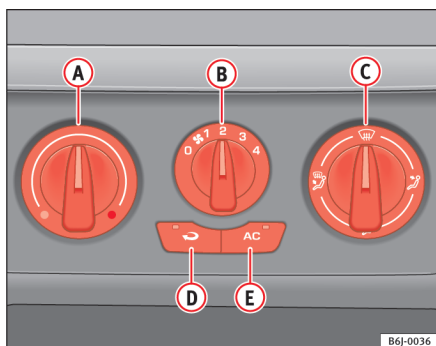

Fig. 86 Sur le tableau de bord : éléments de commande du chauffage
- Tournez le régulateur de température ⇒ fig. 86 **A** vers la gauche.
- Tournez le régulateur de température ⇒ fig. 86 **A** vers la droite pour sélectionner la puissance de chauffage souhaitée.
- Tournez le régulateur de température ⇒ fig. 86 **A** vers la droite jusqu'à la puissance de chauffage maximum.
- Tournez le régulateur de température ⇒ page 128, fig. 86 **A** vers la zone de chauffage.